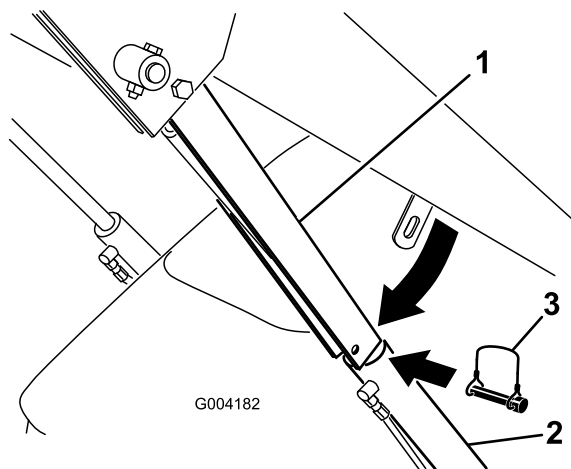

Figura 23
4. Rimuovere l'acciarino che assicura il blocco del cilindro al braccio caricatore (Figura 23).
5. Abbassare il blocco del cilindro sull'asta e fissatelo con l'acciarino (Figura 23).